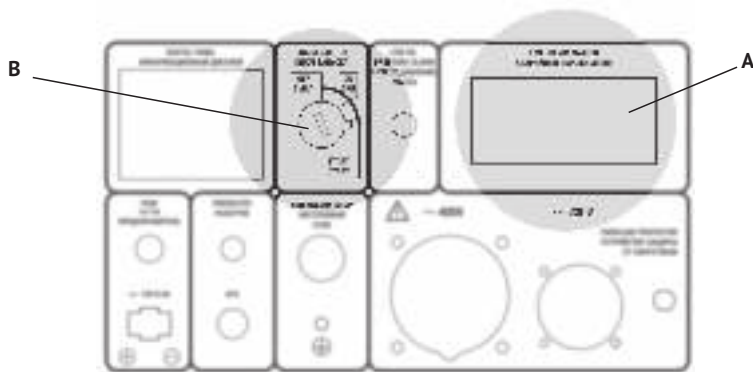

Рис. 12
- Установить ключ в положение ВКЛ (рис.12, **B**).
- Установите автомат защиты (аварийный выключатель) в положение ВЫКЛ (рис.12, А).
- Поверните ключ в положение ВЫКЛ (рис.12, В).